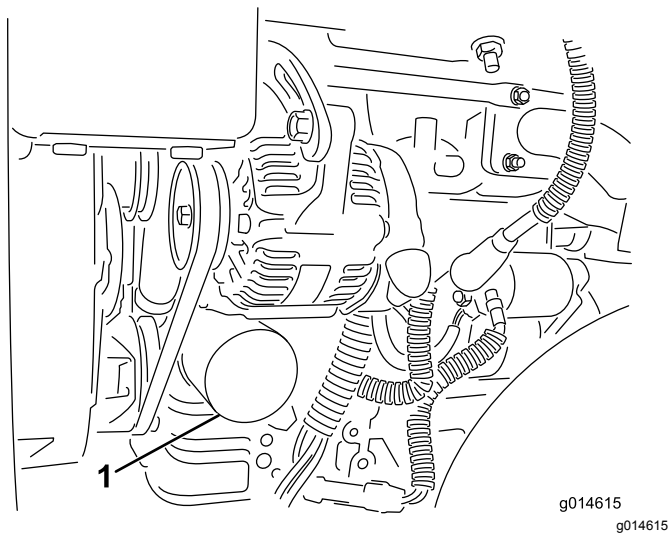

Figure 41
2. Déposez le filtre à huile (Figure 41). Appliquez une fine couche d'huile sur le joint du filtre de recharge.